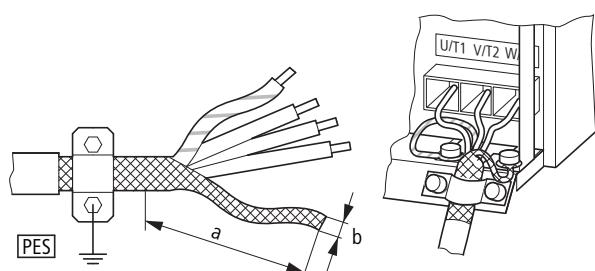

Рисунок 39: подсоединение кабеля со скрученной экранирующей оплеткой.
- ▶ Подключить экран на обоих концах кабеля к защитному заземлению, обеспечив большую площадь контакта поверхности (с охватом 360°) (PE)  . Подключение к защитному заземлению для экранированных линий (PES) должно располагаться в непосредственной близости от преобразователя частоты и прямо на клеммной коробке двигателя.
- ▶ Оплетка на конце экрана должна оставаться целостной и неразмотанной. Ее можно закрепить защитной пластиковой трубкой или резиновой втулкой. В качестве альтернативы, дополнительно к используемому кабельному хомуту с большой площадью поверхности, можно скрутить экранирующую оплетку на конце кабеля и подсоединить к клемме защитного заземления. Для соответствия параметрам ЭМС длина данного скрученного участка оплетки должна быть минимальной (→ Рисунок 39).
В качестве альтернативы, дополнительно к используемому кабельному хомуту с большой площадью поверхности, можно скрутить экранирующую оплетку на конце кабеля и подсоединить к клемме защитного заземления. Для соответствия параметрам ЭМС длина данного скрученного участка оплетки должна быть минимальной (→ Рисунок 39, страница 68).